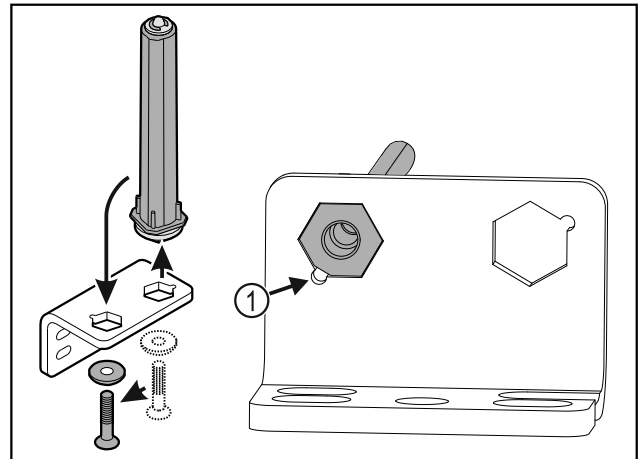

Fig. 40
- ▶ Dbejte, aby při vsazování ukazovalo zešíkmení čepu Fig. 40 (1) ke kulatému otvoru.